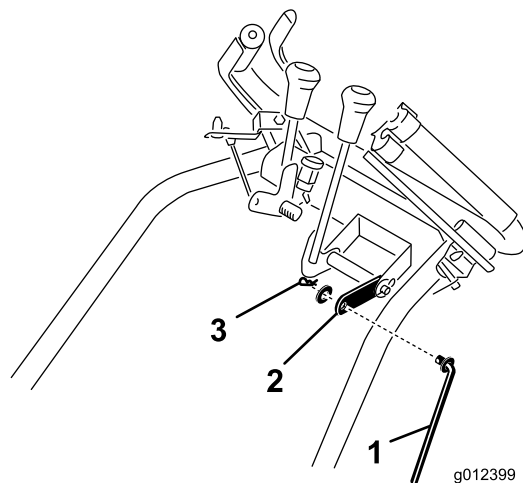

Figura 5
5. Introduzca el extremo superior de la varilla de acoplamiento en el taladro de la pletina del cambio de marchas (Figura 5). Sujete el extremo de la varilla a la pletina con la arandela y el pasador de horquilla que retiró anteriormente.